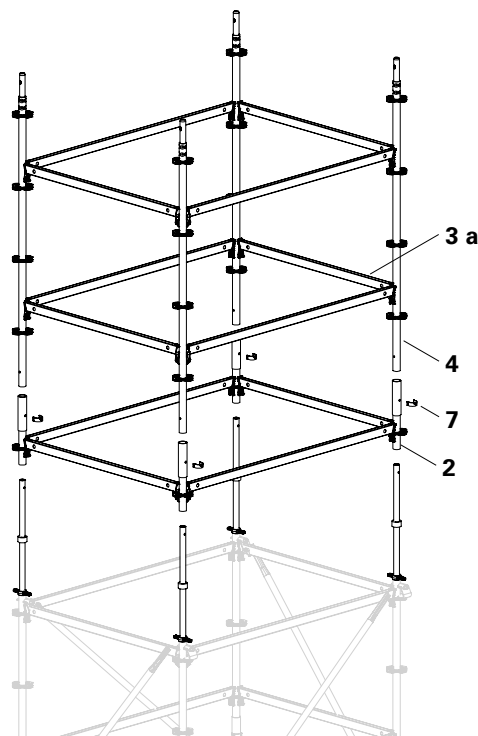

Fig. B1.01a
6. Inserire l'unità base (2) e fissare con perni di bloccaggio (7).
7. Inserire i montanti (4) nell'unità base e rinforzare con ulteriori correnti orizzontali (3a). (Fig. B1.01a)
(Fig. B1.01a)